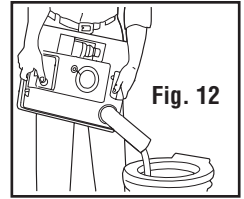

Fig. 12
5. Press air relief valve to prevent splashing (Fig. 12).
5. Oprima la válvula de descarga de aire para evitar las salpicaduras (Fig. 12).